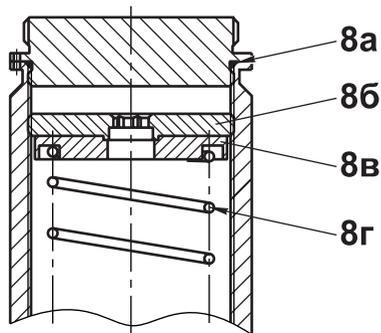

Рис. 7
- используя шестигранное отверстие (s12) в регулировочном винте 7 (рис. 7) при его повороте по часовой стрелке можно увеличить давление на выходе регулятора до заданного значения. Поворачивая регулировочный винт 7 против часовой стрелки происходит уменьшение давления на выходе. После проведения регулировки защитную пробку 4 необходимо установить в прежнее положение.
4.4 Замена пружины регулятора должна производиться в следующем порядке (рис. 7):